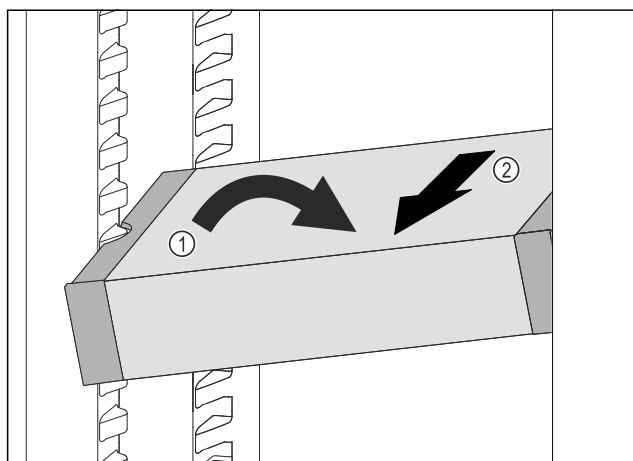

Fig. 134
- Ukosite ladicu VarioSafe u hladnjaku. Fig. 134 (1)
- Izvadite ladicu VarioSafe prema naprijed. Fig. 134 (2)